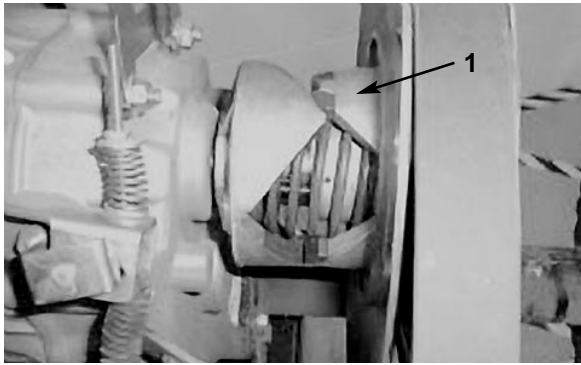

Bild 17
3. Stellen Sie sicher, dass die Hinterachse auf Neutral gesperrt ist, indem Sie die sekundäre Kupplung (Bild 17) drehen. Dabei dürfen sich die Räder nicht drehen.